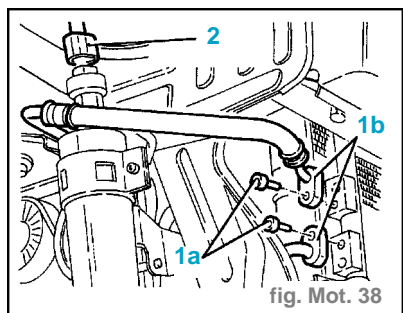

fig. Mot. 38
- Libérer les tuyauteries du système de la climatisation de ses fixations (2) sur la traverse inférieure du radiateur.
- Dévisser les vis (3) et déconnecter les joints intermédiaires des tuyauteries du système de la climatisation.
- Dévisser les vis (1a) et déconnecter les tuyauteries d'entrée et de sortie du fluide réfrigérant (1b) du condensateur du système de la climatisation. (fig. Mot. 38)
- Déconnecter le raccord électrique (2) du pressostat à quatre niveaux.